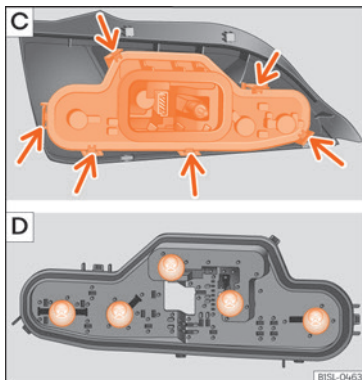

Fig. 53 Baglygte: afmontering af pæreholder
- Løsn pæreholderen ved låsetapperne [pile] »» Fig. 53 [C], og tag pæreholderen ud af baglygten.
- Udskift den defekte pære med en ny pære af samme type »» Fig. 53 [D].
- Sæt pæreholderen ind i baglygten. Du skal kunne høre, at låsetapperne [pile] går i hak »» Fig. 53 [C].